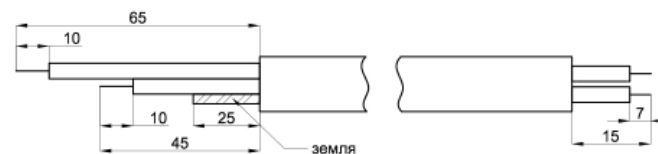

Рис. 2 Нагревательный кабель
1.2. Снимите оболочку кабелей как показано на рис. 2, 3. Если нагревательная жила тонкая, ее нужно сложить вдвое.